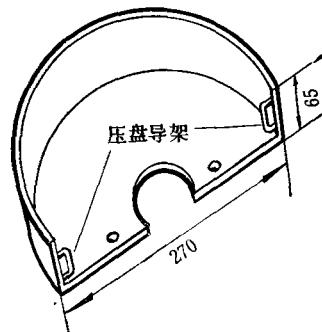

图4 离合器罩
**2. 离合器罩和压力弹簧** 离合器罩是用薄铁片焊接而成的，中心有轴孔，内侧焊有两个用铁丝弯成的压盘导架（如图4所示）。压力弹簧用12号钢丝弯成，要求有足够的弹力压紧压盘。